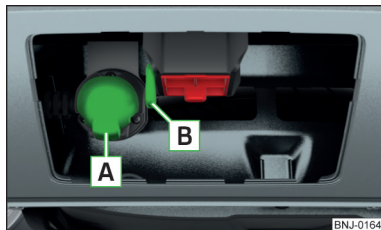

Abb. 162
- ▶ Den Stecker des Anhänger-/Zubehörkabels in die 13-polige Steckdose **[A]** » Abb. 162 einstecken. (Wenn der Anhänger/das Zubehör über einen 7-poligen Stecker verfügt, ein entsprechendes Reduktionsstück aus dem ŠKODA Original Zubehör verwenden).